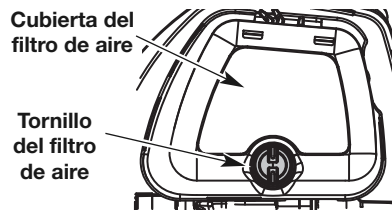

Fig. 22
1. Abra la cubierta del filtro de aire desenroscando el tornillo del filtro de aire (Fig. 22).
6. Gire el tornillo del filtro de aire hacia la derecha hasta que el tornillo del filtro de aire esté apretado (Fig. 22).